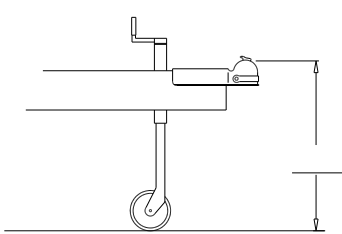

Fig. 1
2. Nivele el remolque y mida y registre la distancia desde el suelo hasta la parte superior del acoplador. (Fig.1).
**ADVERTENCIA: Las bolas elevadas suelen tener clasificaciones de carga reducidas. La clasificación de bolas DEBE ser igual o superior a la GVWR del remolque.** Note: Numbers in circles can be found in the chart on page (1)
3. Algunas instalaciones pueden requerir una barra de enganche más larga . Protectores de parachoques extendidos, "tapas" de camionetas o neumáticos de repuesto montados en la parte trasera puede limitar los ángulos de giro a menos que se utilice una barra más larga. Las barras de enganche individuales (2) están disponibles en varios tamaños.
6. Se suministran remaches (10) y 7 arandelas espaciadoras (9) para obtener el ángulo descendente correcto de las barras. Para un ajuste inicial, pruebe 4 espaciador arandelas para acopladores montados en la parte superior y 3 arandelas espaciadoras para acopladores montados en la parte inferior. Inserte el remache (10) y dependiendo del ángulo o la pendiente de las barras que se debe obtener, utilizar la menor cantidad de arandelas (9) necesaria para establecer el ángulo correcto. (Véase la Fig. 1, 2 y 3 a continuación.)